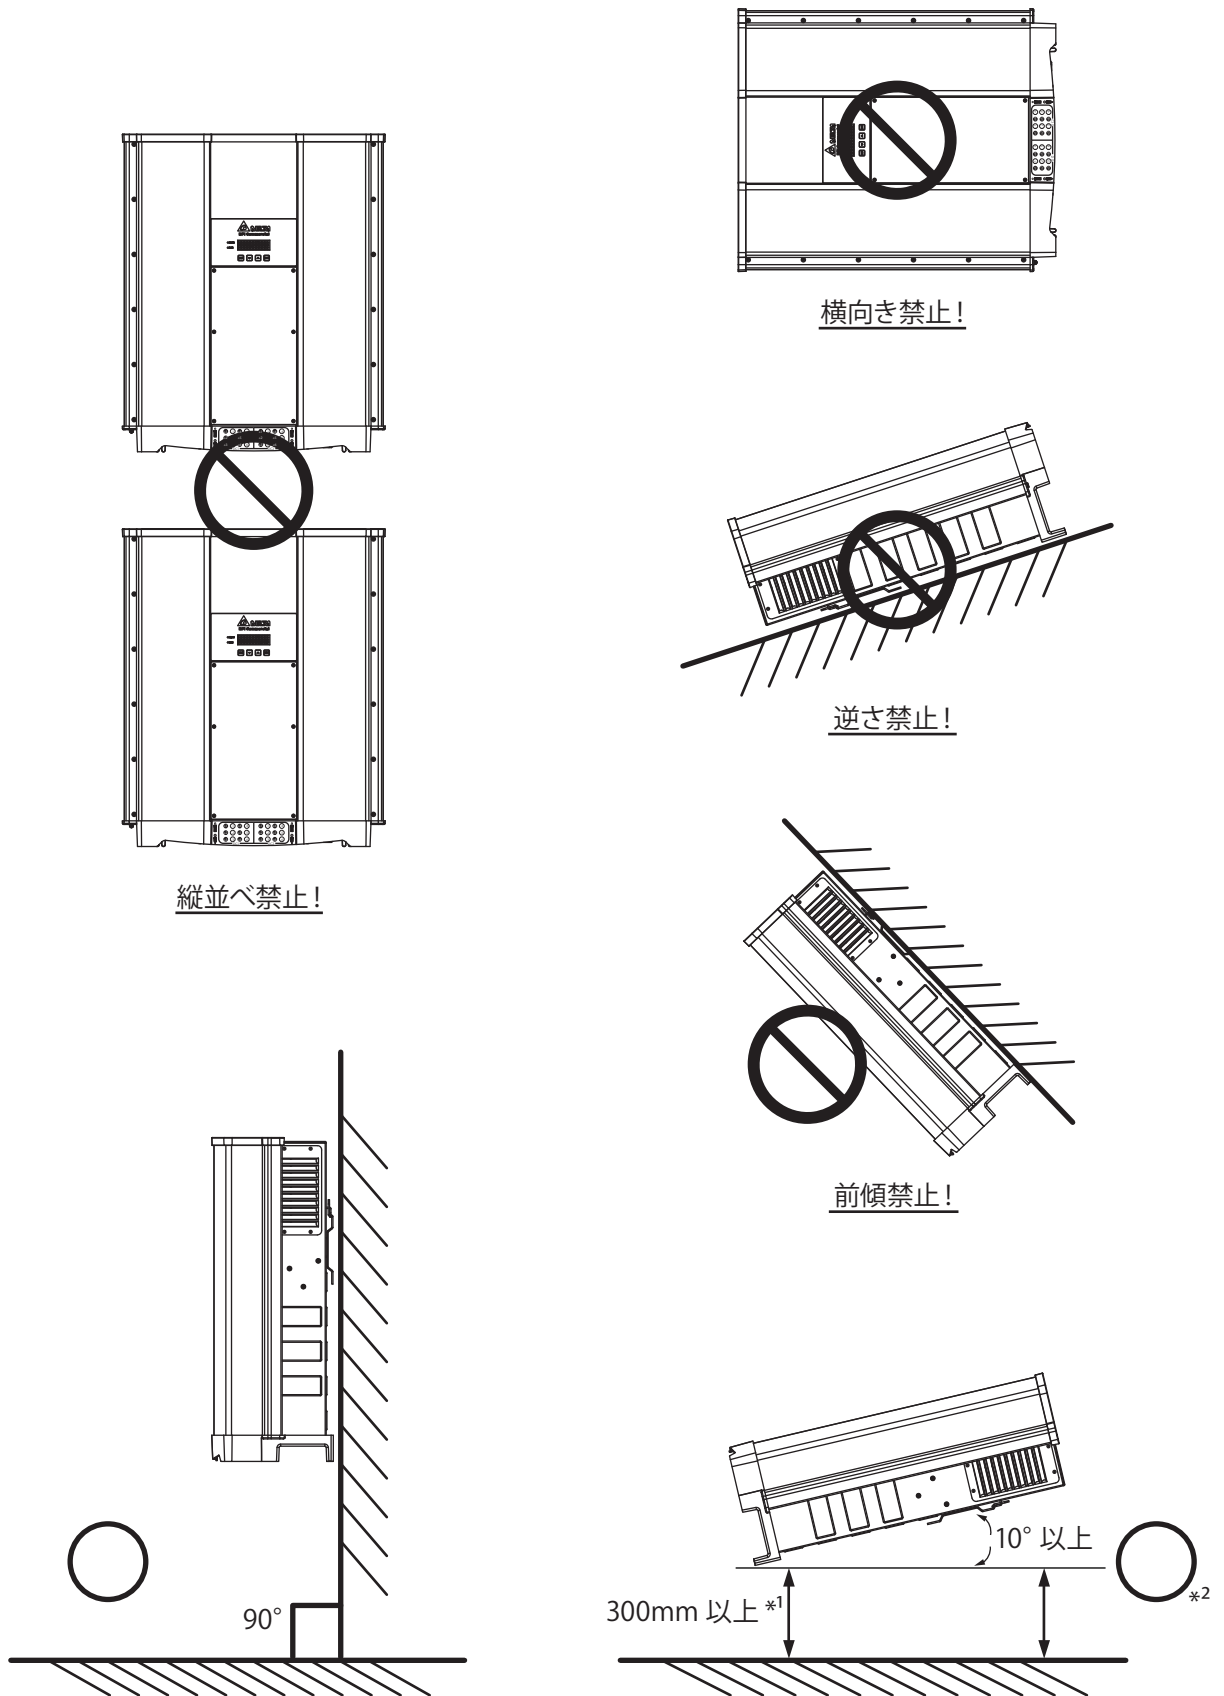

図 4-2 壁への正しい掛け方のイメージ図
3. M6 プラスネジ 2 個で壁に取り付けベース板を固定します。図 4-2-d を参照してください。